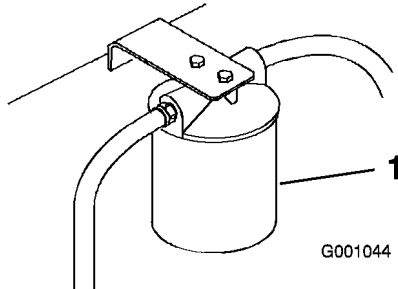

Figura 72
3. Coloque un recipiente bajo el filtro, retire el filtro usado y limpie con un paño la superficie de la junta del adaptador del filtro (Figura 72).